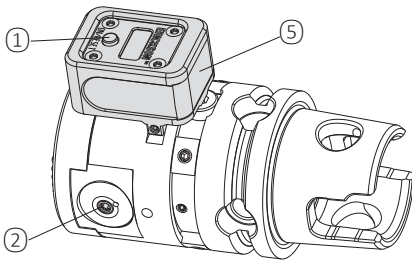

Fig. 2
- ① Indicador de carga de la batería (batería baja)
- ② Signo -
- ⑦ Coma para indicación en pulgadas
- ⑧ Valor mostrado en pulgadas
**Cambio de la batería (Fig. 2, 4)**
Para sustituirla, retire el compartimento de batería ⑤ (Fig. 2, 4) de la unidad de visualización, quite la batería antigua y deséchela apropiadamente. Introduzca la batería nueva de manera correcta, Fig. 4. A continuación, deslice el compartimento de batería por completo dentro de la unidad de visualización.